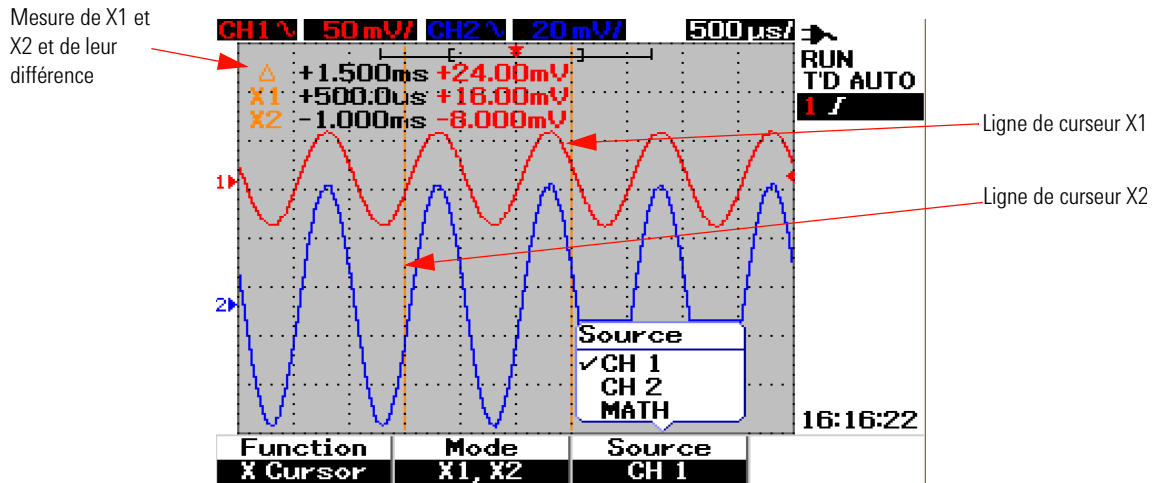

Figure 3-31 Mesure du signal de la voie 1 avec les curseurs X1 et X2
- 4 Dans la Figure 3-31, les deux curseurs (en mode X1 et X2) sont sélectionnés et la mesure est réalisée sur le signal de la voie 1.